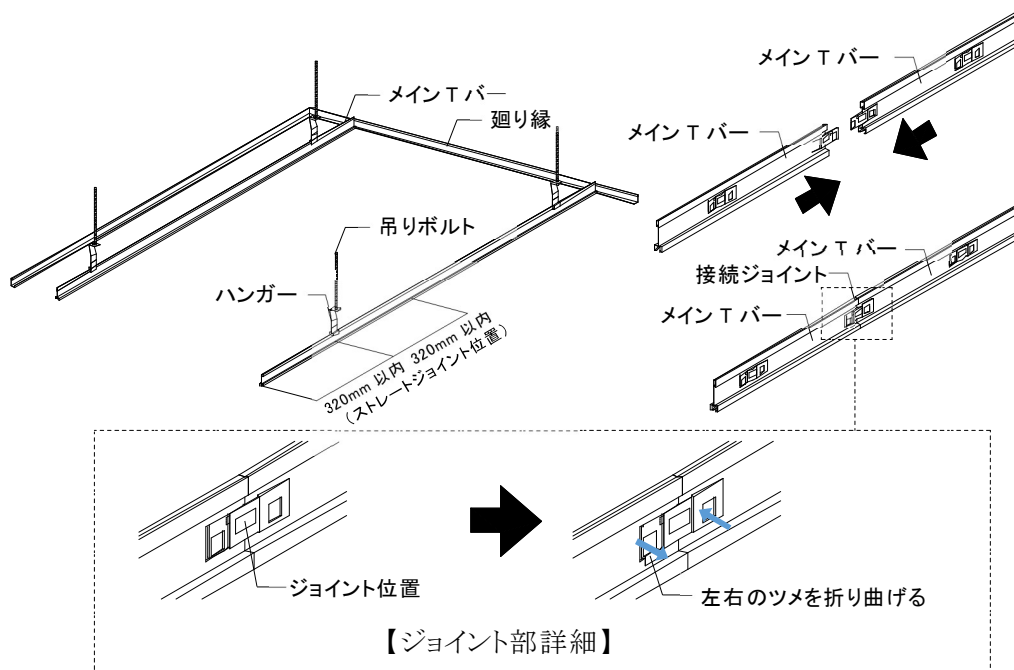

図2-4-2 Tバーの取付け②(メインTバー設置)
- ②メインTバーのストレートジョイントは、ハンガー 芯から 320 mm以内 に設置し、ストレートジョイント設置時は以下の点に留意すること。(図 2-4-2 参照)